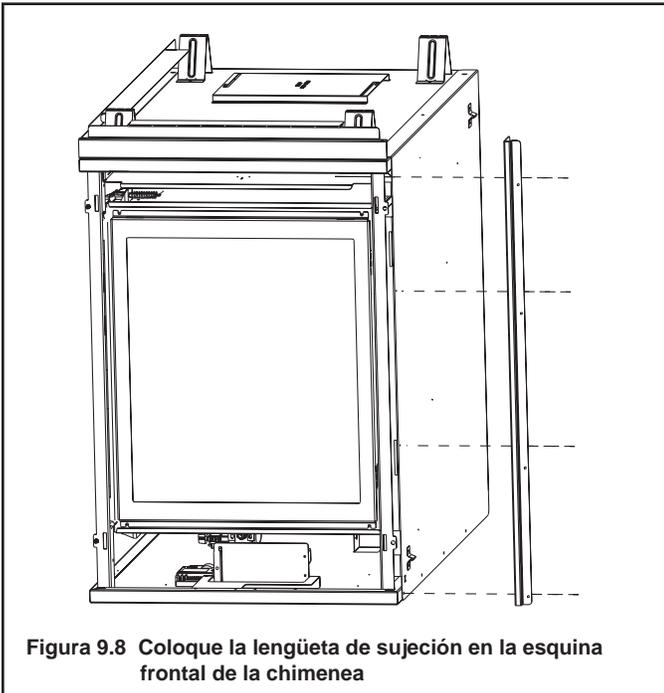

Figura 9.8 Coloque la lengüeta de sujeción en la esquina frontal de la chimenea
Figura 9.8 Instale la primera sección de tubo a la chimenea. Coloque la empaquetadura alrededor del tubo y deslícela hasta topar con la chimenea. Asegure la empaquetadura a la chimenea usando los 2 tornillos autoperforadores que se encuentran en la bolsa que contiene el manual. Nota: La empaquetadura del tubo puede ser encontrada en la bolsa que contiene el manual.
2. Si instala una chimenea **GDCL4136I** o **GDCR4136I** retire la lengüeta de sujeción que se encuentra en uno de los costados de la chimenea y colóquela en la esquina frontal de la chimenea como se muestra en la Figura 9.8 (GDCR4136I).